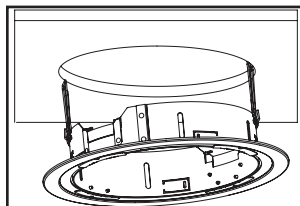

Figura 29.
- Utilice la abertura del techo o alojamiento para mantener los muelles de montaje del Paso 2 en forma vertical y empuje los otros 2 muelles de montaje en posición vertical; luego, inserte el anillo en el techo (Figura 29).